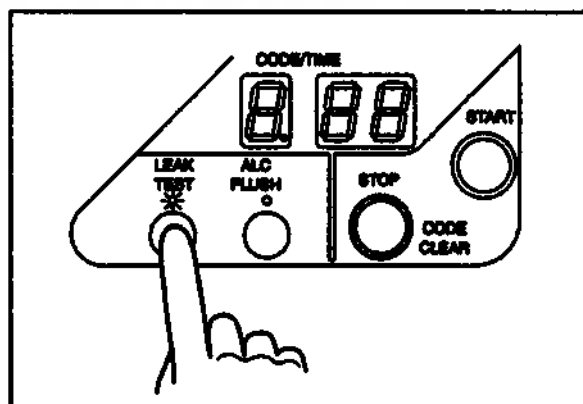

Рис. 4.22
4. Нажмите на кнопку «LEAK TEST» на вспомогательной панели управления (см. рис. 4.22).